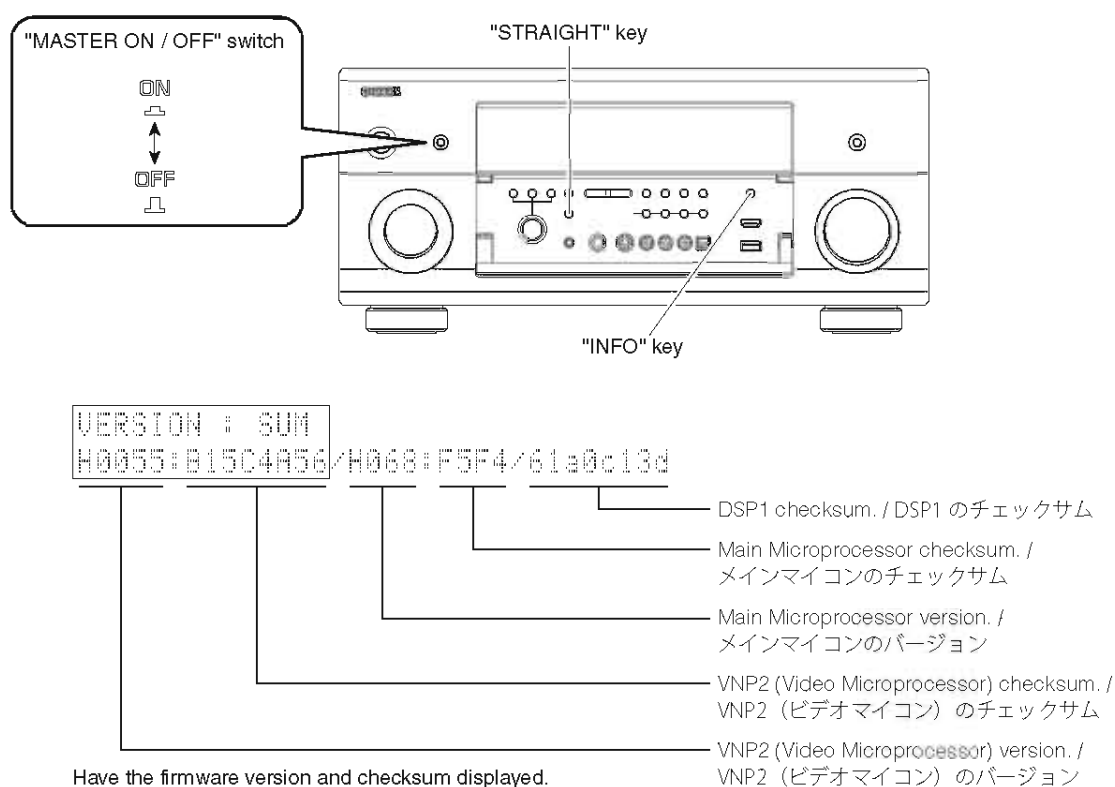

Fig. 1
The ADVANCED SETUP mode is activated. (Fig. 1)
2. Keep pressing the "INFO" key of this unit for about 3 seconds. (Fig. 1)
アドバンスドセットアップモードが起動します。(Fig. 1)
2. 本機の "INFO" キーを約 3 秒間押し続けます。(Fig. 1)